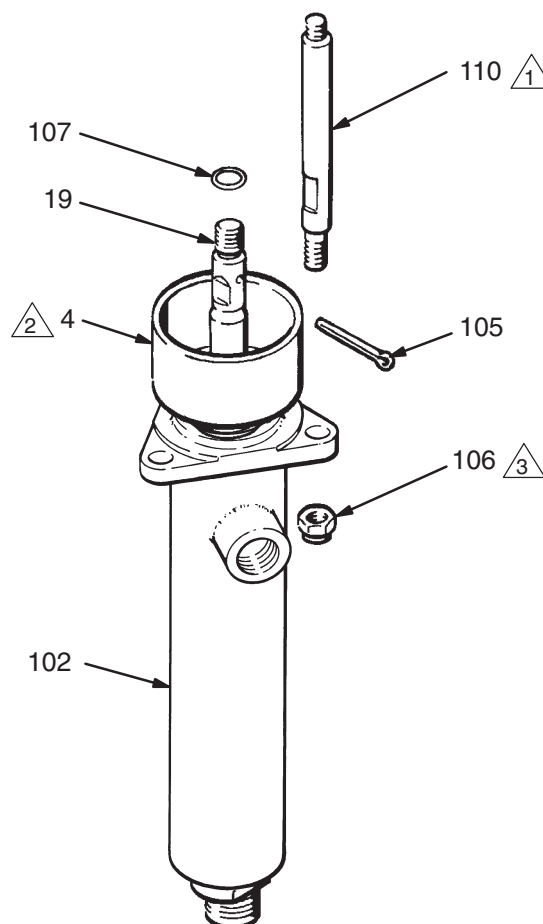

Fig. 3
3. Skruva loss låsmuttrarna (106) på dragstängerna (110). Ta bort stiftet (105). Skruva loss kolvstången (19) från luftmotorn (101). Dra försiktigt av kolv pumpen (102) från luftmotorn (101). Se Fig. 3.
1. Skruva in kolvstången (19) i luftmotorblocket (101). Montera stiftet (105). Rikta pumpens vätskeutlopp relativt motorns luftintag enligt noteringen i steg 2 vid **Demontering av kolv pump**. Se Fig. 3.
2. Sätt på kolv pumpen (102) på distansstängerna (110). Skruva på låsmuttrarna (106) på distansstängerna (110) löst.
3. Montera pumpen och anslut slangarna. Anslut jordledningen om den lossades vid reparationen. Dra åt tätmuttern/våtkoppen (4) till moment 24–27 N.m. Fyll våtkoppen med Graco halstättningsvätska eller motsvarande lösning.
4. Dra åt låsmuttrarna på dragstängerna (106) jämnt till moment 34–41 N.m.